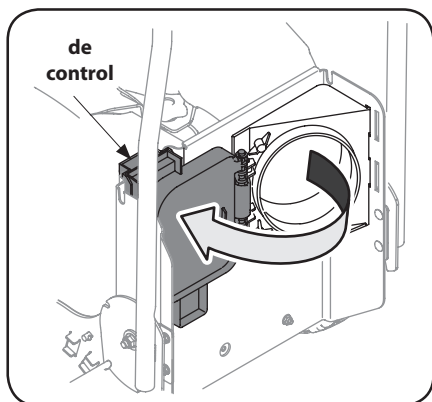

Figura 2-6
- b. Abra la puerta de descarga trasera con la manija de la puerta. Vea la Figura 2-6.